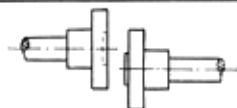

**Abb. 21** Propellervorrichtung
ALBIN MOTOR AB führt eine neue Propellervorrichtung, die nur einmal in der Saison geschmiert werden braucht (mit halbfließendem Fett, sog. „Outboard Grease“). Abb. 21 zeigt die Ausführung für Kunststoffboot (1) und für Holzboot (2). Das bugseitige Lager wird von einer Schmierausbuchtung geschmiert, deren Inhalt für den Betrieb einer ganzen Saison reicht. Das achtere Lager ist wassergeschmiert und hat eine selbsteinstellende Gummibuchse, die Kantendruck auf das Lager ausschaltet.